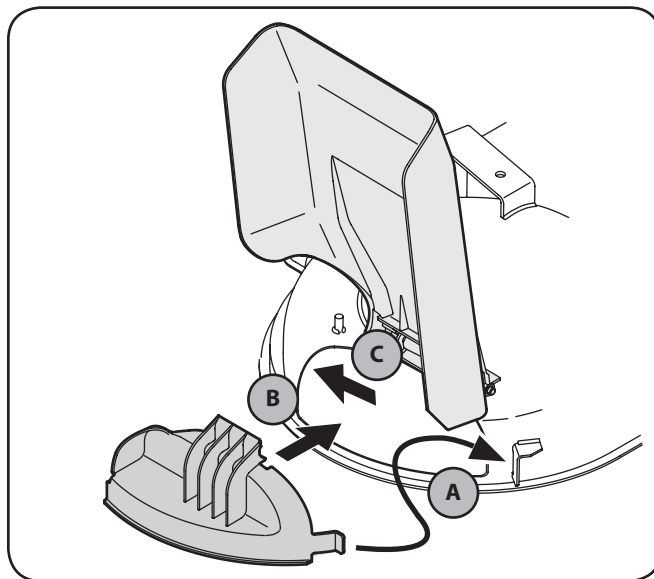

Figura 5-1
1. Inserte la lengüeta derecha (A) de la clavija en el soporte de la plataforma. Vea Figura 5-1.
2. Inserte la clavija de abono en la abertura de descarga (B). Vea Figura 5-1.
3. Una vez colocada en la abertura de la plataforma, empuje la clavija hacia la parte posterior de la cortadora (C) para fijarla en su lugar. Vea Figura 5-1.